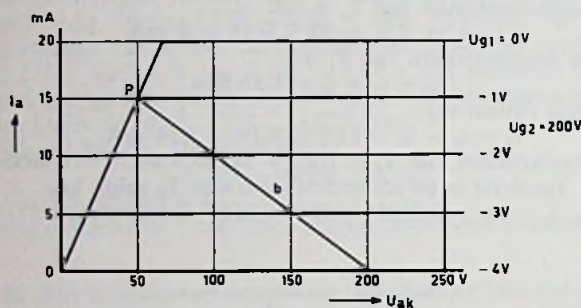

FIG. 10
- a. De belastingslijn is in fig. 10 met b aangegeven. Deze lijn gaat uit van $U_{ak} = 200$ V en heeft een helling corresponderend met de omgekeerde waarde van R: 10 mA/100 V.